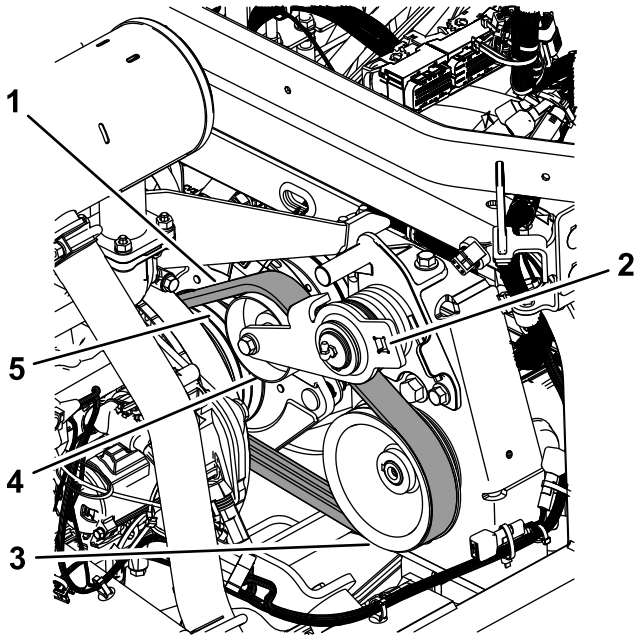

Bild 79
3. Führen Sie den Riemen über die Motorriemenscheibe, die Spannscheibe und der Riemenscheibe der Pumpe (Bild 79).